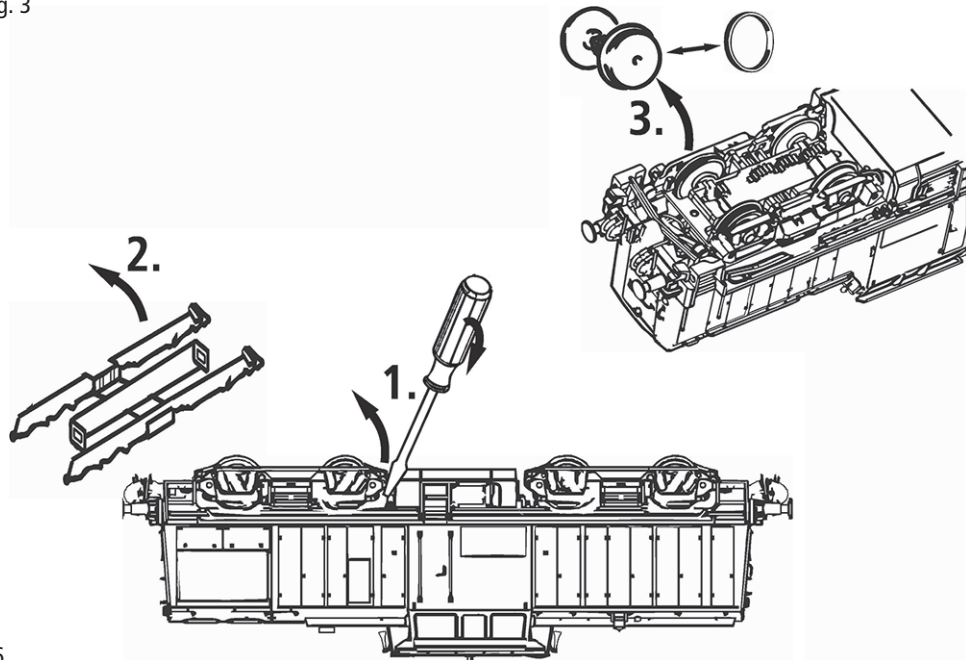

Fig. 4
Mehrzugbetrieb: Zuerst Lokgehäuse abnehmen (Fig. 4). Danach den Brückenstecker aus der Schnittstelle entfernen (diesen sorgsam aufbewahren). Danach den Stecker des Dekoders lage-richtig einsetzen (Fig. 7).
2. Schmierung: Versehen Sie die im Schmierplan in Fig. 5 gekennzeichneten Stellen mit nur **kleinen Öltropfen**. Dazu zuerst das Lokgehäuse abnehmen (Fig. 4). Wir empfehlen den **ROCO Öler Art.-Nr. 10906**. Fürs Schmieren der Getriebeteile (Zahnräder, Schnecke) empfehlen wir das **ROCO-Spezialfett Art.-Nr. 10905**. Im Falle der Schmierung diese Teile **nicht ölen**.
4. Motorwechsel: Lokgehäuse abnehmen (Fig. 4). Danach wird der Motor ausgebaut und ausgetauscht (Fig. 5).
2. Lubrication: Apply **tiny oil drops** to spots marked in fig. 5. Prior to lubrication dismantle locomotive (fig. 4). We recommend using item no. **10906, ROCO oiler**. For lubrication the gearparts (e.g. cogwheels, worm) we should recommend our ROCO **special grease** (item no. **10905**).
4. Motor Changing: First remove loco body (fig. 4), and then the motor (fig. 5).
2. Graissage: N'appliquez **qu'une tout petite goutte** aux endroits indiqués par le plan de graissage (fig. 5) après avoir démonté la caisse de la locomotive (fig. 4). Nous vous recommandons **le graisseur à huile ROCO réf. 10906**. Pour graisser les engrenages (roues dentées, vis sans fin) nous vous conseillons la **graisse spéciale ROCO réf. 10905** pour engrenages en matières synthétiques. Lorsque vous utilisez cette graisse il faut éviter d'huiler ces composants.
4. Remplacement du moteur: Démontez la caisse (fig. 4). Démontez ensuite le moteur (fig. 5).
voir } Fig.4